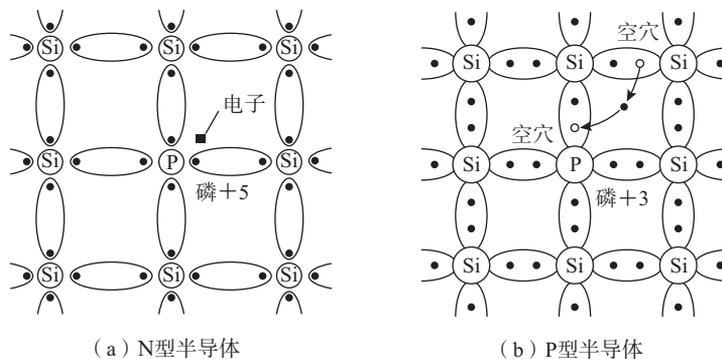

图 1-2 掺杂半导体共价键结构示意图
(1) N 型半导体。用特殊工艺在本征半导体中掺入微量五价元素,如磷或砷。这种元素在和半导体原子组成共价键时,会多出一个电子。这个多余的电子不受共价键的束缚,很容易成为自由电子并参与导电。这种掺入五价元素后,电子为多数载流子,而空穴为少数载流子的半导体称为电子型半导体,简称 N 型半导体,如图 1-2(a)所示。
(2) P 型半导体。在半导体硅或锗中掺入少量三价元素,与含有外层电子数是 4 个的硅或锗原子组成共价键时,会自然形成一个空穴,这使得半导体中的空穴载流子增多,导电能力增强。这种掺入三价元素后,空穴为多数载流子,而自由电子为少数载流子的半导体称为空穴型半导体,简称 P 型半导体,如图 1-2(b)所示。